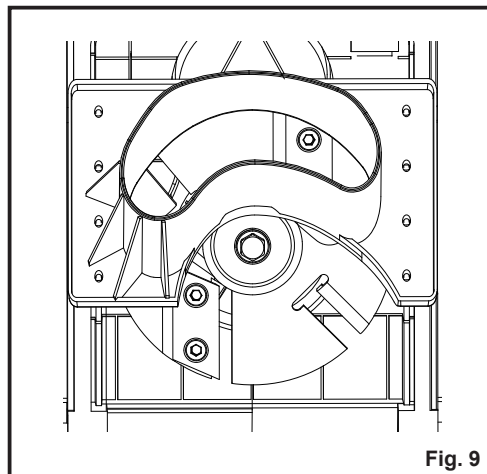

Fig. 9
- Soulevez délicatement le couvercle du boîtier supérieur pour exposer les deux lames (Fig. 9).